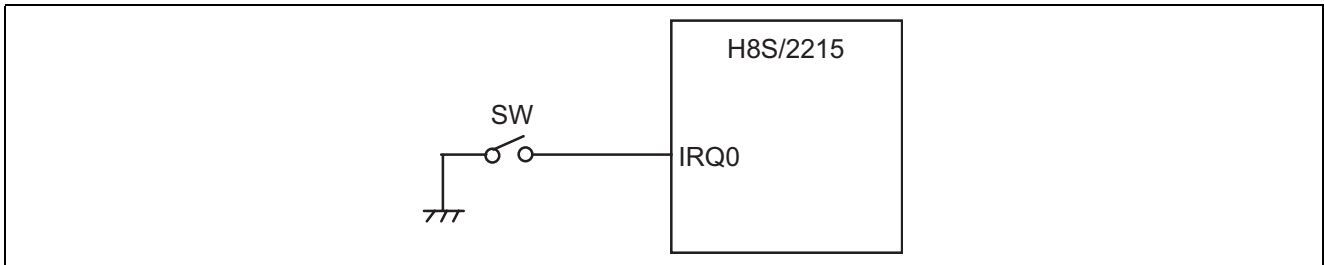

図 1 $\overline{\text{IRQ0}}$ 端子へのエッジ信号入力の一例
- 図 1 に示すように、IRQ0 (39pin) 端子へのエッジ入力により、ウォッチドッグタイマが動作します。